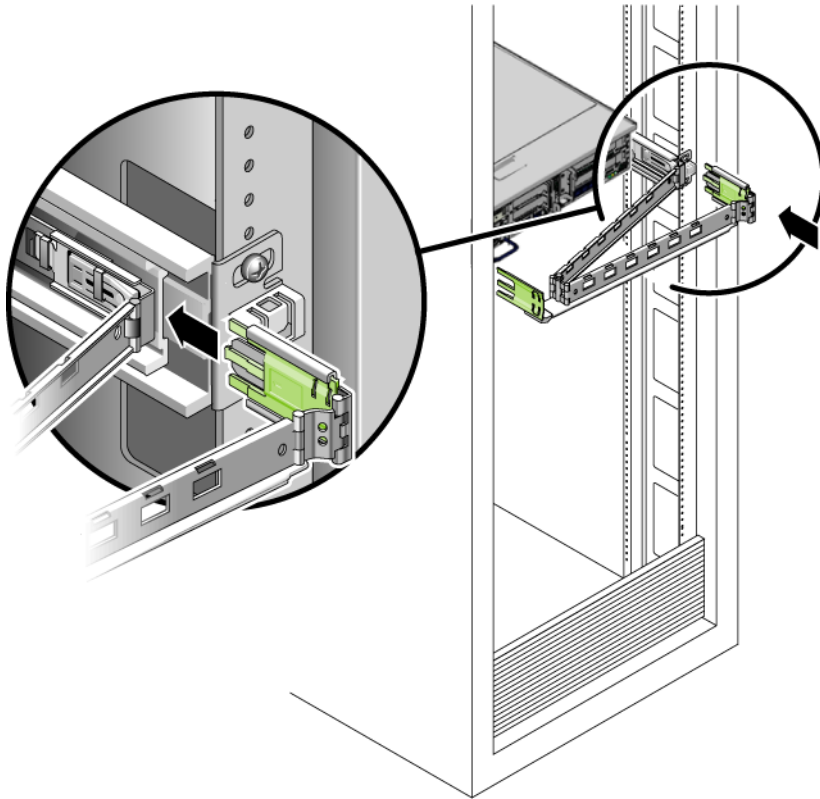

ABBILDUNG 2-10 Anbringen des äußeren Kabelführungsverbindungsstücks
3. Setzen Sie die größere Verlängerung in das Ende der rechten Schiene ein (ABBILDUNG 2-10).